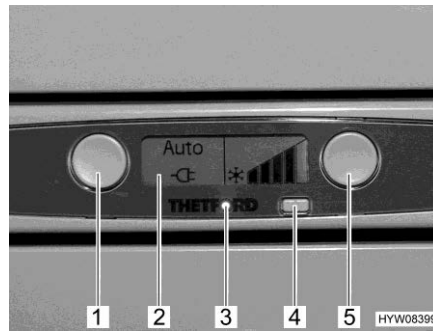

Fig. 257 Réfrigérateur Thetford N97
- Appuyer sur la touche Marche/Arrêt (Fig. 257,4). Le voyant de contrôle (Fig. 257,3) s'allume en bleu. Le réfrigérateur s'allume, l'écran LCD indique les derniers réglages choisis. L'éclairage de l'écran s'éteint au bout de 10 secondes.
- Sélection manuelle d'énergie : Sélectionner la source d'énergie désirée avec la touche Mode de fonctionnement (Fig. 257,1). L'écran LCD indique le mode de fonctionnement choisi. L'affichage s'éteint au bout de 10 secondes.
- Sélection d'énergie automatique : Sélectionner la fonction AUTO avec la touche Mode de fonctionnement (Fig. 257,1). L'écran LCD indique la fonction AUTO et le mode de fonctionnement actuel. L'éclairage de l'écran s'éteint au bout de 10 secondes.
- Régler la puissance de réfrigération désirée en appuyant sur la touche Puissance de réfrigération (Fig. 257,5). L'écran LCD indique la puissance de réfrigération choisie. L'éclairage de l'écran s'éteint au bout de 10 secondes.
- Appuyer sur la touche Marche/Arrêt (Fig. 257,4).
En cas de dérangement, le voyant de contrôle (Fig. 257,3) à côté de la touche Marche/Arrêt (Fig. 257,4) clignote. Un code d'erreur s'affiche en outre à l'écran (Fig. 257,2). Les consignes relatives à l'élimination des défauts sont données au chapitre 15.